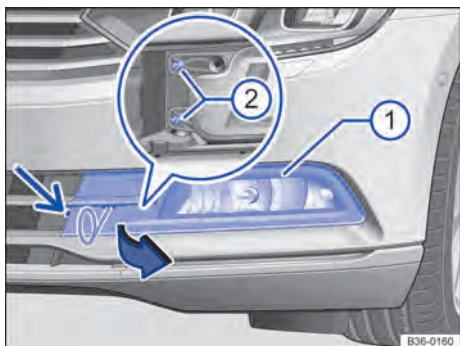
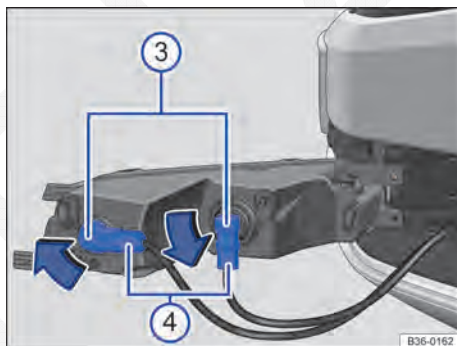

Fig. 309 No para-choque dianteiro à esquerda: lanterna para luz de neblina e farol de rodagem diurna.
Fig. 310 Substituir a lâmpada incandescente do farol.
2. Com a chave de fendas das ferramentas de bordo → Página 437, desaparafusar o parafuso de fixação da cobertura → Fig. 309 (seta pequena) da cobertura.
3. Introduzir o gancho extrator das ferramentas de bordo → Página 437 no entalhe conforme mostrado e puxar a cobertura → Fig. 309 ② com o gancho extrator para frente no sentido da seta.
4. Desparafusar os parafusos de fixação do farol ② com a chave de fenda.
5. Retirar para frente o farol do para-choque → Fig. 310.
6. Destruvar e retirar o conector ④ da lâmpada incandescente queimada.
7. Para destravar a lâmpada incandescente ③, girá-la no sentido da seta e retire-a do farol.
9. Inserir a lâmpada incandescente ③ no farol e girar até o batente no sentido contrário da seta → Fig. 310 para a posição original.
11. Encaixar o conector ④ na lâmpada incandescente até ouvir que ela foi travada.
13. Parafusar os parafusos de fixação do farol → Fig. 309 ②.
14. Reinsrer a cobertura ① no para-choque e travar.
15. Parafusar o parafuso de fixação da cobertura → Fig. 309 (seta pequena).